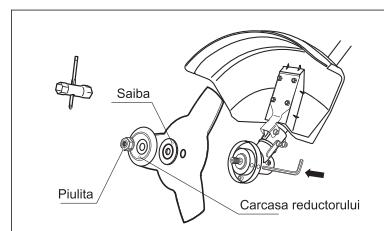

fig. 7
1. Aliniați orificiul șaibei pentru flanșă cu orificiul din carcasa reductorului (fig. 7). Introduceți un șift metalic de blocare în orificiul carcasei reductorului și în orificiul șaibei pentru flanșă.
6. Ținând șiftul de blocare cu mână strângeți bine piulița cu ajutorul cheii tubulare (este inclusă în setul de livrare), rotind-o în sens contrar acelor de ceasornic (fig. 7).